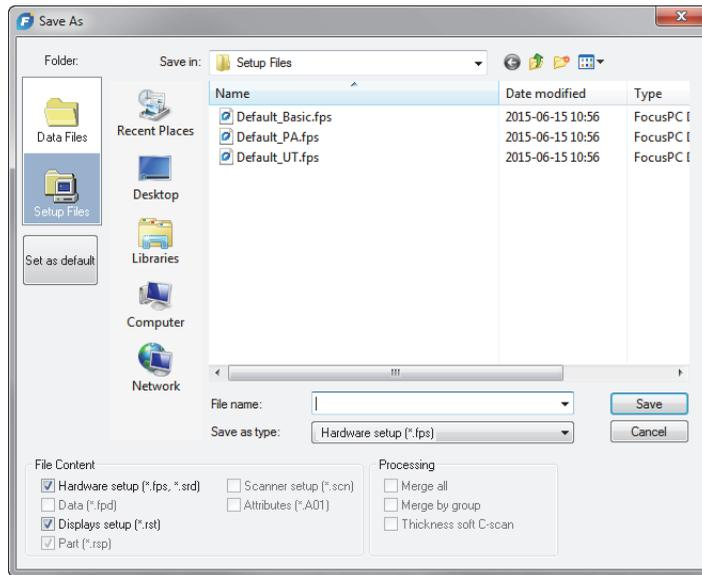

Figura 4-2 La finestra di dialogo Save As (Salva con nome)
2. Nella finestra di dialogo **Salva c. nome** che viene visualizzata (vedi Figura 4-2 a pagina 103) procedere come segue: